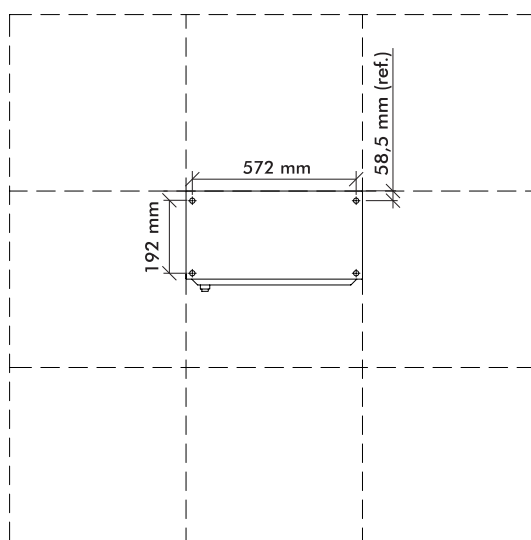

Figura 6
La figura 6 muestra la distancia entre los orificios necesarios para la fijación del FTH-610 en el piso falso, piso de hormigón y esteramiento.
1. Utilizando las medidas proporcionadas en la figura 6 haga las marcas necesarias en el piso elevado y realice las perforaciones, con 12 mm de diámetro.
2. Utilice las medidas proporcionadas en la figura 6 para la centralización de los soportes y haga las marcas necesarias en el piso de hormigón. Realice las perforaciones con 9,5 mm (3/8") de diámetro y 55mm de profundidad.
2. Utilizando las medidas proporcionadas en la figura 6 haga las marcas necesarias en el piso. Realice las perforaciones en el piso con 9,5 mm (3/8") de diámetro y 55 mm de profundidad.